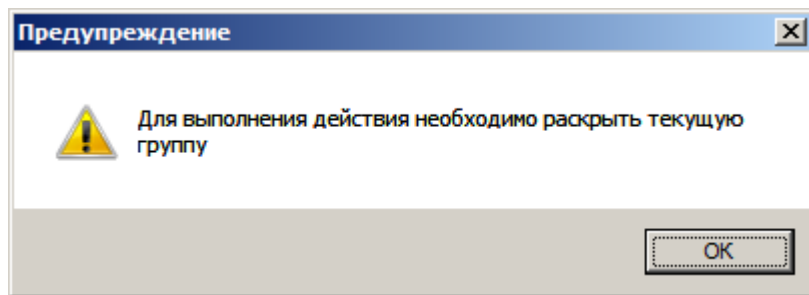

Рис. 1. Предупреждающее сообщение
6. Если курсор установлен на скрытой локальной смете, то добавление нового раздела запрещено. Программа выведет на экран предупреждающее сообщение (см. рис. 1).
7. Если курсор установлен на скрытом разделе, то добавление нового раздела запрещено. Программа выведет на экран предупреждающее сообщение (см. рис. 1).
8. Если курсор установлен на скрытом подразделе, то добавление нового раздела запрещено. Программа выведет на экран предупреждающее сообщение (см. рис. 1).